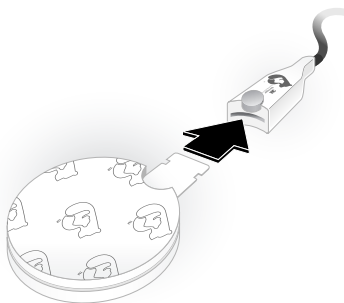

图 3-2: 将传感器连接到传感器线缆
3. 将传感器连接到传感器线缆连接器。确保传感器卡舌已正确连接并已完全插入传感器线缆连接器 (参见图 3-2)。在确认传感器已连接后, 控制装置的显示屏将变为就绪屏幕。